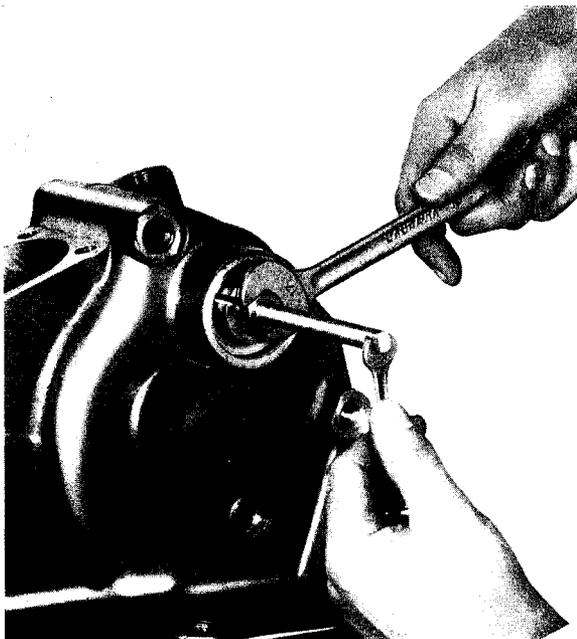

Fig. 4
- 2° Placer correctement l'extracteur MOTU (fig. 4).